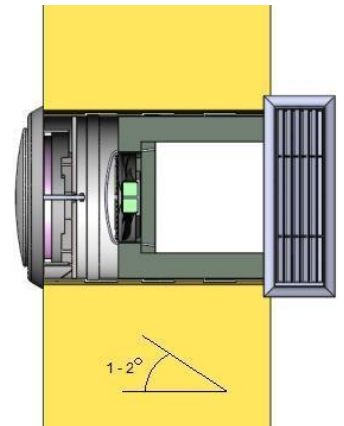

Рис.8
- Під час свердління отворів в стіні **нахил назовні повинен бути близько 1-2%** (рис. 8)